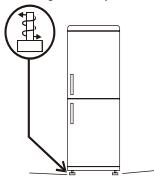

Fig.3
- 3 Pas de voeten aan om de stabiliteit van het toestel te verzekeren en trillingen en ruis te voorkomen (fig. 3). Als het voorste deel hoger is dan de achterzijde, kan de deur gemakkelijker worden gesloten.